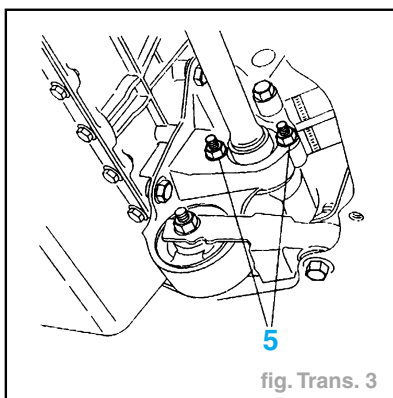

fig. Trans. 3
- Desserrer les écrous (5) (fig. Trans. 3).